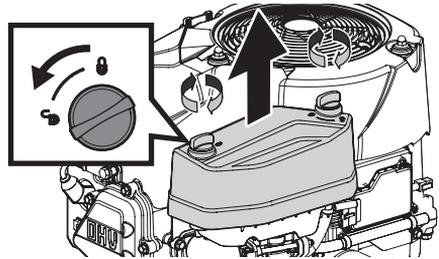

Figura 8
- Retire la cubierta del depurador de aire (Figura 8).